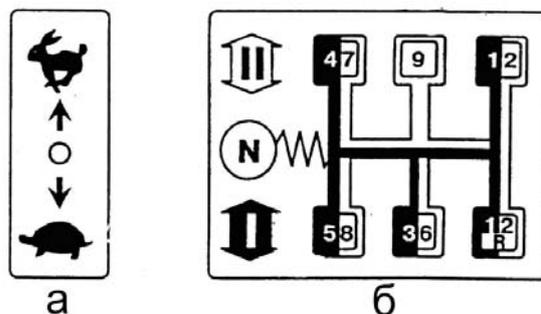

Рис. 3
- переместите рычаг вправо и включите требуемую передачу в соответствии со схемой переключения, переместив рычаг вперед или назад (рис.3).